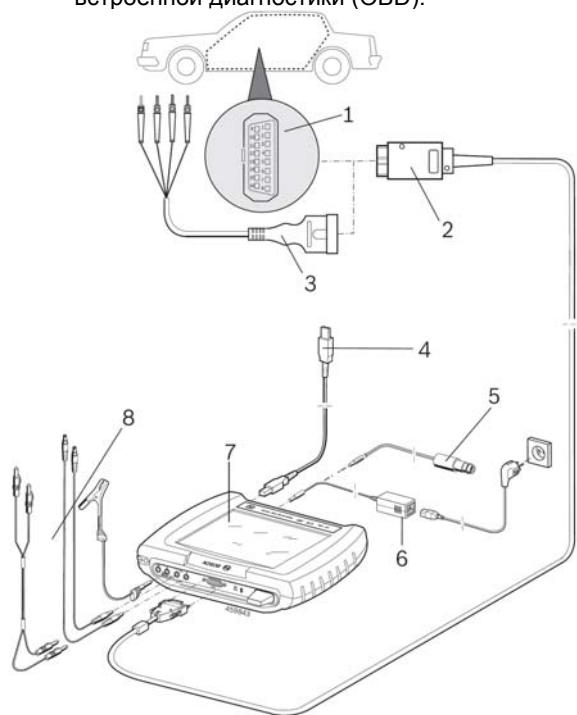

Рис. 3. Схема подключения KTS 340:
- диагностический провод встроенной диагностики (OBD) (рис. 3, поз. 2) или
- диагностический провод встроенной диагностики (OBD) и дополнительно через соединительный кабель UNI (интерфейс «пользователь-сеть») (рис. 3, поз. 3) дополнительная принадлежность), или